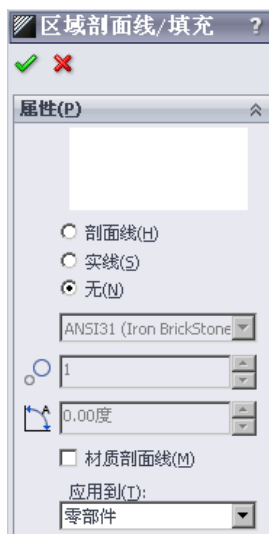
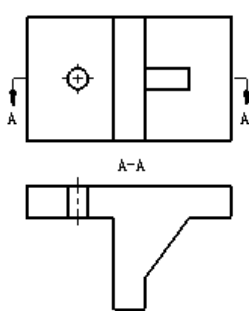

图 6.11.3 “区域剖面线/填充”对话框
图 6.11.4 取消剖面线
Step2. 取消剖面线。选择生成的剖面视图，在弹出的“区域剖面线/填充”对话框（图 6.11.3）中选择 ☒ 无(N) 单选项，即取消剖面线，取消选中 ☐ 材质剖面线(M) 复选项，结果如图 6.11.4 所示。